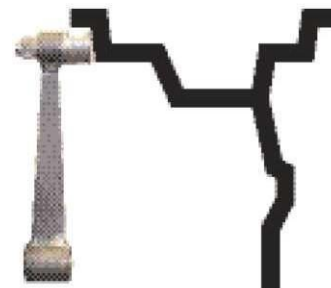

Рис. 10.1
10.2. Данная модель СБ снабжена устройством, позволяющим автоматически вводить диаметр "d" колеса и дистанцию "А". Для этого необходимо, взяв за рукоятку, вытянуть из корпуса СБ штангу ввода параметров, подвести палец на конце рукоятки к месту установки корректирующих грузов на внутренней стороне обода (см. рис. 10.1) и удерживать штангу в этом положении до появления звукового сигнала, после чего вернуть штангу в исходное положение.